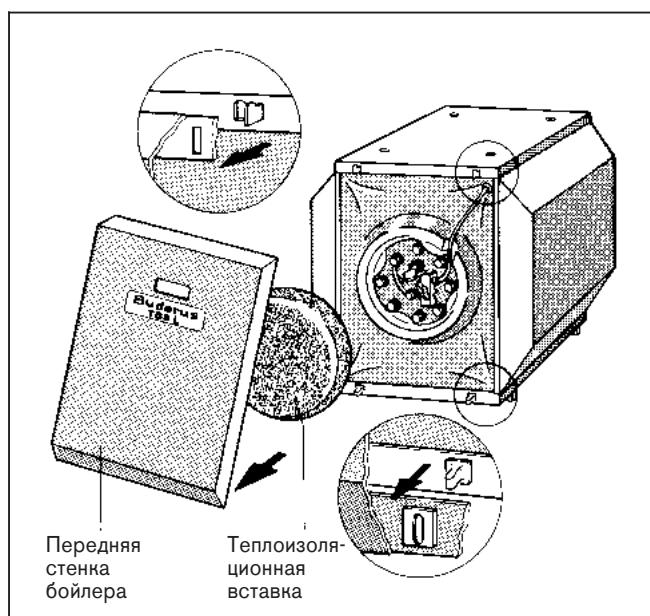

Рис. 12
- Снять переднюю стенку бойлера в направлении вперед и убрать теплоизоляционный вкладыш из мягкого пенопласта (рис. 12).